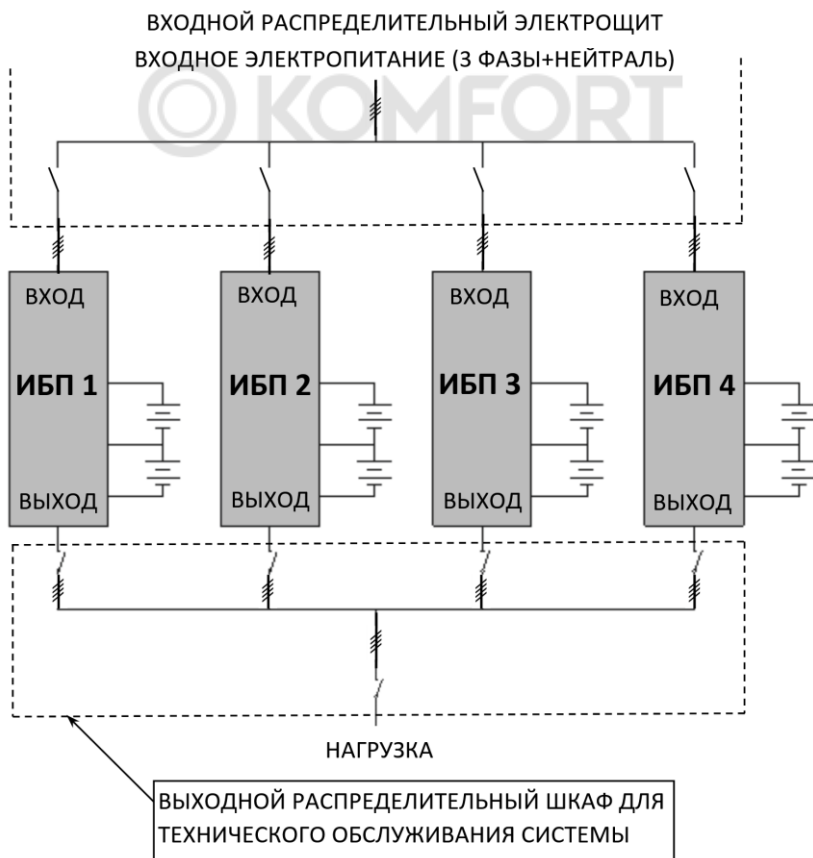
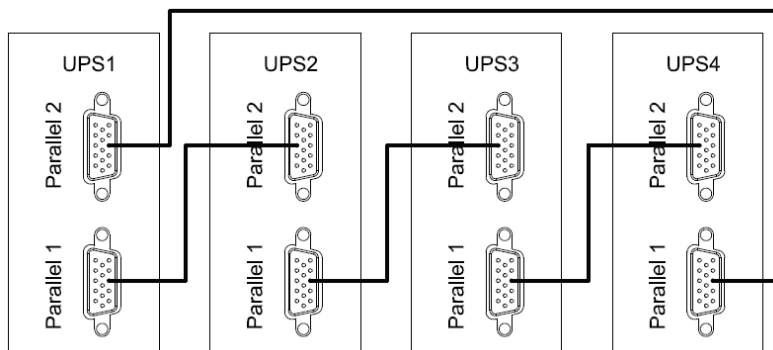

Рисунок 24 — Пример схемы подключения четырех изделий в систему параллельного резервирования с выходным распределительным шкафом.
Рисунок 25 — Схема соединения изделий в «кольцо» через параллельные порты.
**Изделие имеет встроенный параллельный контроллер и может работать в системе бесперебойного питания с параллельным резервированием (см. рисунок 24 и рисунок 25).** Целью такой системы является либо повышение надежности (резервирование), либо увеличение общей выходной мощности (масштабирование). При исправности всех соединенных параллельно изделий (от двух до четырех) нагрузка равномерно распределяется между ними, а в случае выхода из строя одного из изделий — перераспределяется между исправными изделиями, неисправное изделие отключается от системы.
**Установите дополнительные внешние выходные выключатели (см. рисунок 24) между выходными клеммами каждого изделия и общими шинами, тщательно соблюдая фазировку.**
- отключите входное сетевое питания каждого изделия. Убедитесь в том, что все внешние выключатели разомкнуты (см. рисунок 24);